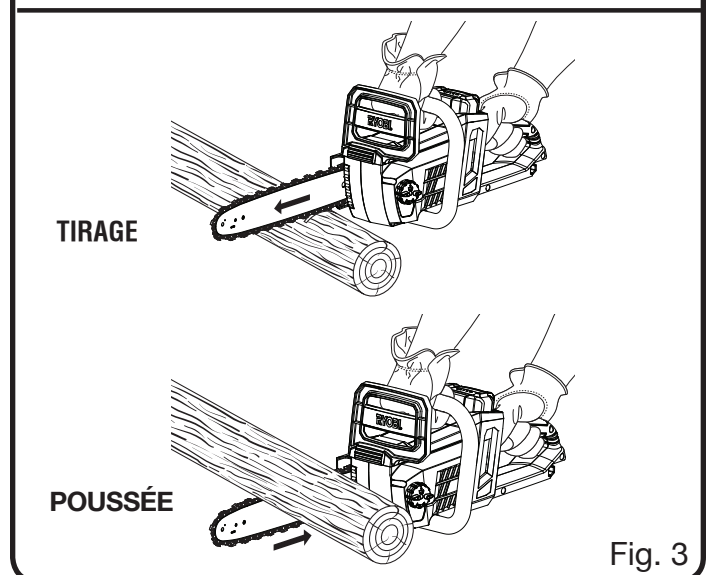

Fig. 3
- Poussée et tirage - La force de réaction s'exerce toujours dans le sens opposé à la rotation de la chaîne, au point de contact avec le bois. Par conséquent, l'opérateur doit être prêt à contrôler la **TIRAGE** lorsque la coupe est effectuée avec le bas du guide et la **POUSSÉE** lorsque la coupe est effectuée avec le haut du guide. Voir la figure 3.